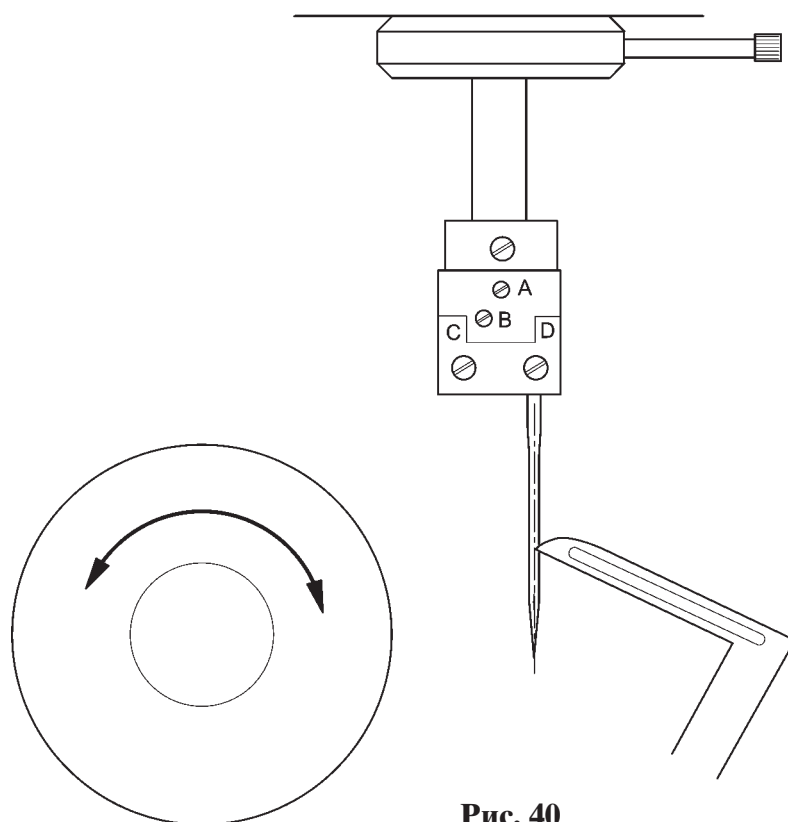

Рис. 40
- Передвиньте трубку подъема петли вверх к корпусу машины и слегка затяните винт с накаткой (рис. 40).
- Носик петлителя 2-ниточного цепного стежка 16 должен снова находиться точно на осевой (D) линии иглы.